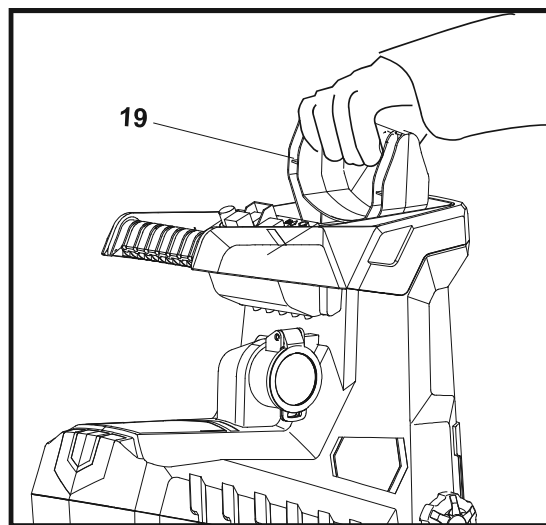

Fig. 12
5. Se necessário, insira o êmbolo (19) no funil de alimentação (2) a fim de empurrar o material para as lâminas de corte (Fig. 12).